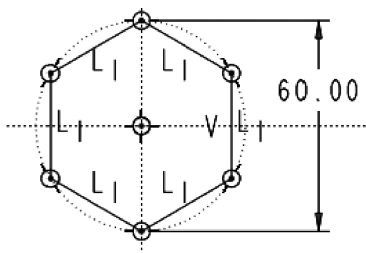
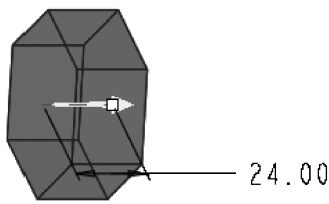

图4-156 绘制截面
图4-157 预览六角头
- (1) 使用缺省模板，创建名为“liti4-10.prt”的新文件，进入设计窗口。
- (2) 单击【拉伸】按钮，选取“RIGHT”基准面作为草绘平面，看图方向朝右；选择“TOP”基准面作为方向参照，方向设为“顶”，进入草绘界面。
- (3) 使用调色板中的【多边形】工具绘制正六边形，注意：旋转角度为 90° ，约束中心和两个参照的中心重合，标注并修改尺寸，其截面如图4-156所示。
- (4) 单击【完成】按钮，接受草绘图形，回到设计窗口。
- (5) 设置拉伸深度为盲孔模式，修改拉伸深度为24，拉伸方向朝右，预览模型如图4-157所示。